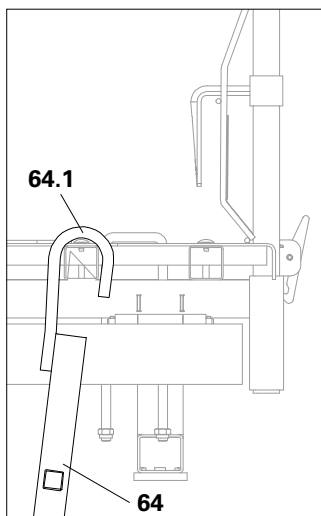

Fig. A7.15
4. Pousser les crochets (64.1) de l'échelle sur les poutres transversales de la plate-forme de bétonnage. (Fig. A7.15)